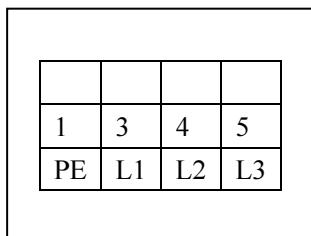

Рис. 21
- Открыть переднюю крышку пульта - Схема соединения 400 В АС: четыре провода (сечением 2,5мм²), три фазовых провода, один – заземление. Подсоединяются к клеммам L1,L2,L3, провод заземления подсоединяется к клемме со знаком РЕ в первую очередь. Затем к болтам заземления платформ, находящихся на напольном основании (рис. 21).